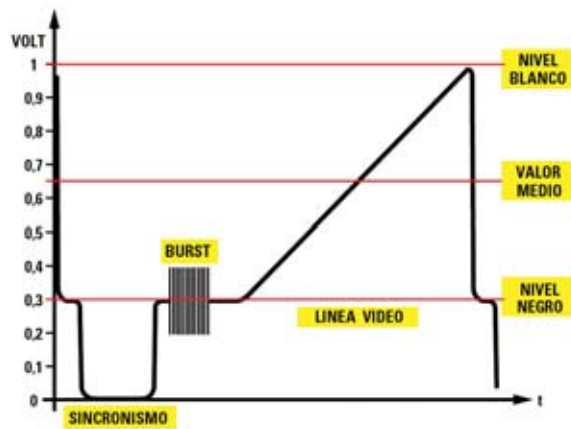
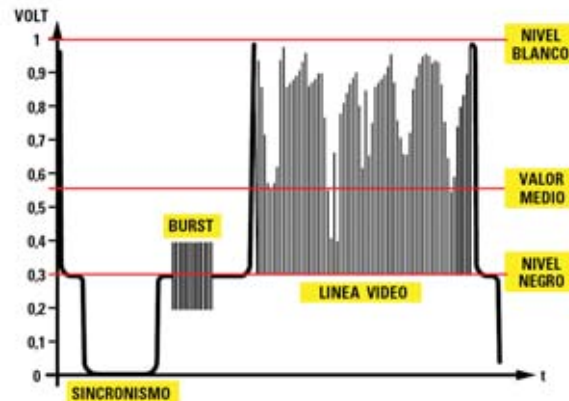

Fig.4 En esta figura hemos representado una señal de video que varía de forma progresiva desde el nivel negro (0,3 voltios) hasta el nivel blanco (1 voltios).
Fig.5 La señal de video varía según la cantidad de blanco y de negro presente en la línea y, por consiguiente, también varía su valor de tensión medio.
En la Fig.4 se encuentra representada la forma de una **señal de vídeo** en la que la **luminancia** varía de forma progresiva de izquierda a derecha, partiendo del **negro**, que corresponde a un nivel de tensión de **0,3 voltios**, hasta a llegar al **blanco**, que corresponde al nivel de tensión máxima de **1 voltio**, pasando por diferentes tonos de **gris**. En la realidad la distribución de **negro**, **blanco** y los tonos de **gris** no hacen variar de forma progresiva el valor de la señal ya que depende de la **composición** de la imagen, como se puede ver en la Fig.5.
Fig.4 Tensión de salida en el puente formado por diodos y por los tiristores. Durante la fase de carga se controla la corriente entre los Ánodos (A) y los Cátodos (K) de los tiristores a través de sus Puertas (G).